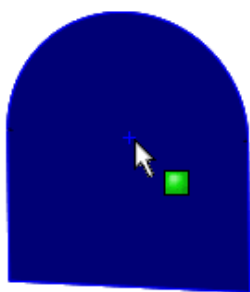
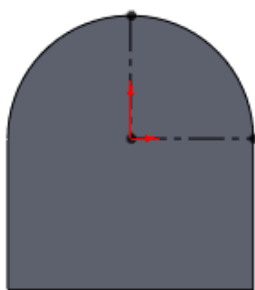

图 10-181 选择基准面
图 10-182 绘制定位草图
12) 绘制成形工具定位草图。单击如图 10-181 所示的表面作为基准面,单击“草图”工具栏中的 (草图绘制)按钮,然后单击“草图”工具栏中的 (转换实体引用)按钮,将选择表面转换成图素。然后,单击“草图”工具栏中的 (中心线)按钮,绘制两条互相垂直的中心线,中心线交点与圆心重合,终点都与圆重合,如图 10-182 所示,单击 (退出草图)按钮。